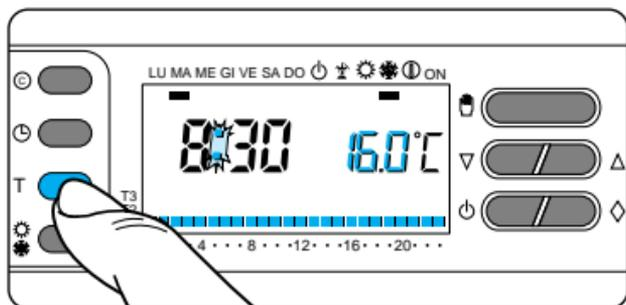

Fig. 36
**6.3** - Pulse el botón T (fig. 36).